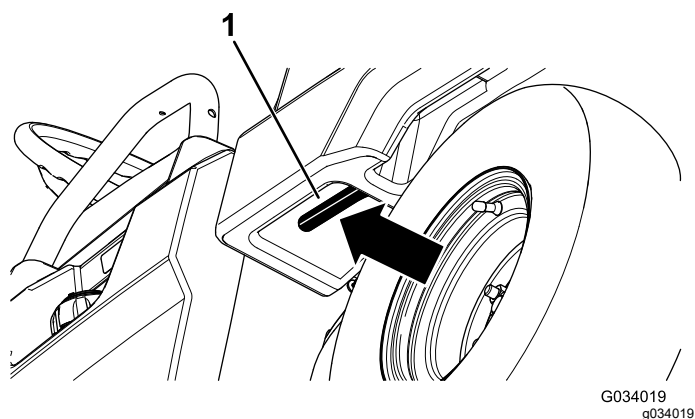

Figura 11
1. Tirate la leva a sinistra, all'interno del pianale, verso di voi e sollevate il pianale (Figura 11).
1. Sollevare leggermente il pianale alzando la leva del fermo (Figura 11).